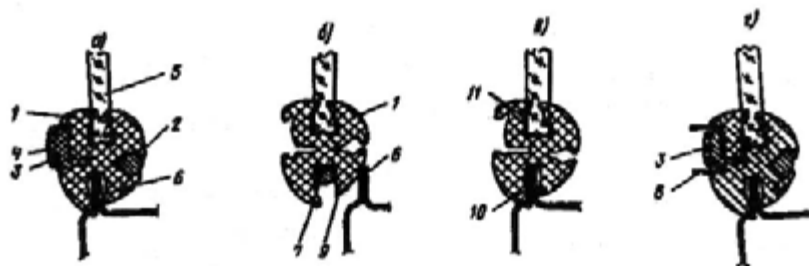

Рис. 319. Установка стекол ветрового и заднего окон:
Оба стекла крепятся в проемах окон при помощи резиновых уплотнителей (рис. 319, а) замкового типа, состоящих из уплотнителя 1 и замка 2, представляющего собой резиновый шнур. Кроме того, в специальном пазе уплотнителя устанавливается декоративный кант 3, имеющий в середине нижней части проема стык, который закрывается декоративной скобой 4.
3. Приложите стекло к проему, заведя выступ 9 (рис. 319, б) уплотнителя в середине нижней части за фланец 6 проема и выведя концы монтажного шнура 7 внутрь кузова.
5. Введите при помощи шприца водозащитную мастику или резиновый клей 11 между стеклом и уплотнителем по боковым и нижним сторонам и мастику 10 между кузовом и уплотнителем по боковым и верхним сторонам, как показано на рис. 319.
7. Установите при помощи оправки «а» 9480—4087 декоративный кант 3 (рис. 319, г). Установку начинайте с середины нижней части проема окна, заводя в паз инструмент с продетым в него концом канта. Перемещая инструмент 8 по периметру уплотнителя, прижимая кант 3, заправьте весь кант. В месте стыка концов канта при помощи отвертки установите декоративную скобу 4.